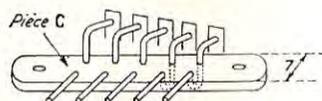

Fig. VI-17. — Détail du support des points fixes.
5. Pointes de contact : elles sont réalisées en fil d'argent 10/10. Préparer la pièce C en plexiglas 3 mm. Confectionner des U avec le fil d'argent et en chauffant l'arc du U avec un fer à souder, les enfoncer à fond dans les trous 10/10 préalablement percés (essayer de trouver une mèche très légèrement plus faible que le fil (\varnothing) ou inversement). Espacer les 6 poses, pour laisser le plexiglas se refroidir. Replier d'un côté (pour branchement) et former l'autre extrémité selon la figure VI-17. Couper parallèlement à la pièce C et poncer simultanément les pointes en arc sur du papier abrasif posé sur une surface plane.